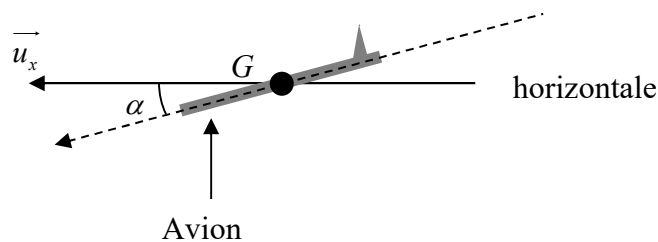

Figure 6 - Avion en mouvement rectiligne uniforme sans propulsion
- Q10.** Dans cette question, on se propose d'interpréter physiquement ce que les professionnels de l'aéronautique appellent la finesse $f = \frac{C_z}{C_x}$ d'une aile. Pour cela, on considère la situation d'un avion, tous moteurs coupés, ayant un mouvement de translation rectiligne uniforme descendant. On note α l'angle entre la direction de l'écoulement de l'air autour de l'avion et l'horizontale (**figure 6**). À l'aide d'une représentation des forces sur le schéma de la **figure 6**, établir le lien entre la finesse f et l'angle α . De quelle distance d_H l'avion a-t-il avancé à l'horizontale lorsqu'il a perdu une altitude d_V ? Conclure sur le sens physique de la finesse.